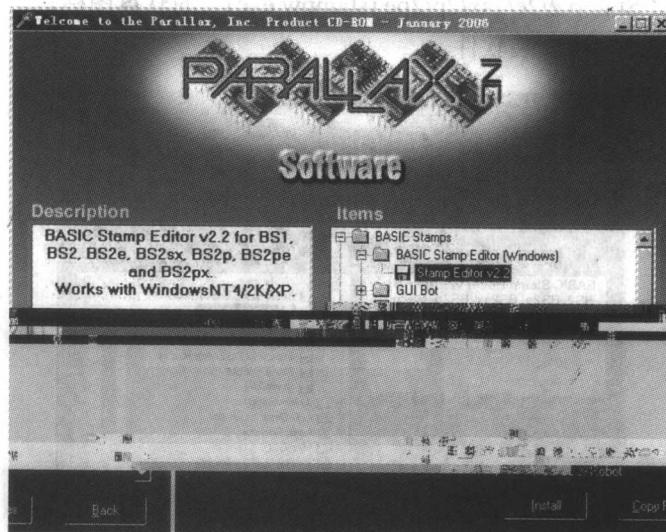

图 1.10 Parallax 光盘浏览器
- 如果是从光盘中安装，单击“Install”按钮，如图 1.10 所示。